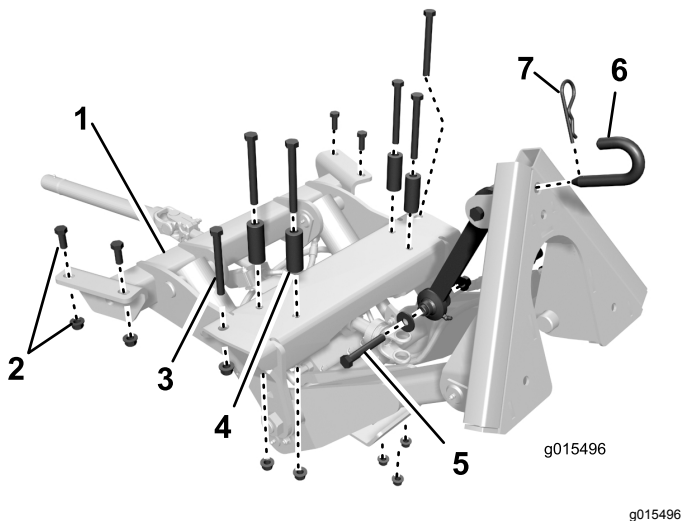
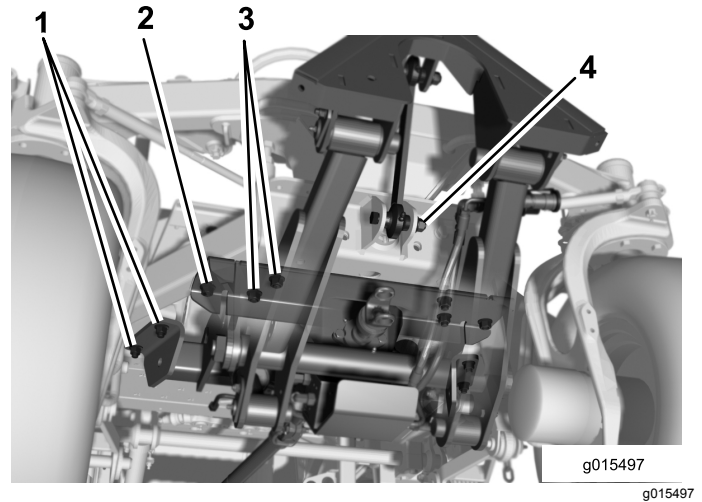

Bild 5
Bild 6
1. Bild 5 zeigt eine Ansicht von oben der Stelle, Positionierung, und Größe der Befestigungen, mit denen der Frontanbaugerätrahmen an der Unterseite des Zugmaschinenrahmens befestigt ist.
4. Heben Sie den Frontanbaugerätrahmen an und fluchten Sie gleichzeitig die Befestigungslöcher mit den Befestigungslöchern in den Rahmenkanälen und der Kreuzplatte des vorderen Rahmens aus (Bild 6).
5. Befestigen Sie an der Vorderseite des Anbaugeräts das äußere Loch an jeder Seite mit einer Schraube (1/2" x 4-1/2") und einer Bundmutter (1/2") an den Rahmenkanälen, wie in Bild 6 dargestellt.
6. Befestigen Sie auf der Rückseite der Befestigung jede Seite lose mit zwei Schrauben (1/2" x 1-1/4") und Bundmuttern (1/2") an den Rahmenkanälen, wie in Bild 6 dargestellt.
7. Befestigen Sie die Befestigung an der Rahmenquerplatte an den restlichen vier Befestigungslöchern mit Schrauben (1/2" x 4-1/2"), Distanzstücken, und Bundmuttern (1/2"), wie in Bild 6 dargestellt. Legen Sie die Distanzstücke zwischen den Schraubenkopf und die Kreuzplatte.
3. Stellen Sie den Frontanbaugerätrahmen unter die Vorderseite der Maschine (Bild 6).
9. Befestigen Sie die Oberlenker mit einer Schraube (1/2" x 3-1/4"), zwei Stützscheiben, Distanzstück, und einer Sicherungsmutter (1/2") an der Achsenstütze, wie in Bild 5 und Bild 6 dargestellt.